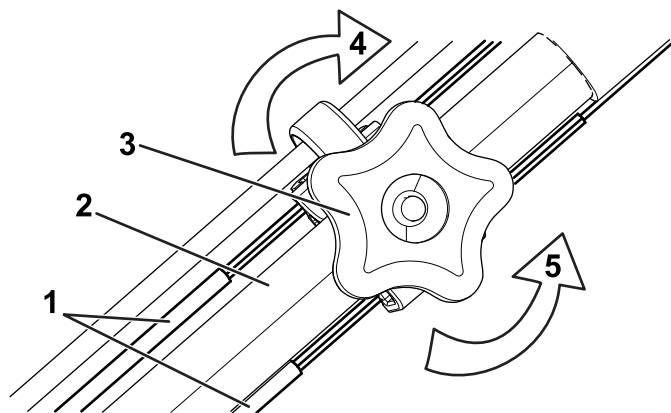

Figura 29
- Ruotate la manopola di regolazione in senso antiorario per allentare la regolazione del cavo (Figura 29).
- Regolate la tensione sui cavi (Figura 29) tirandoli entrambi indietro o spingendoli avanti e quindi tenendoli in quella posizione, mantenendo pari lunghezze.